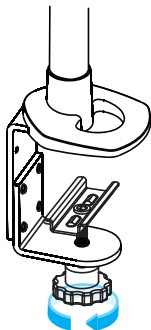

Abbildung 1
1. Stellen Sie die **Rändelschraube** an der **Tischklemme** auf die **Stärke** des **Tisches** ein. (Abbildung 1)